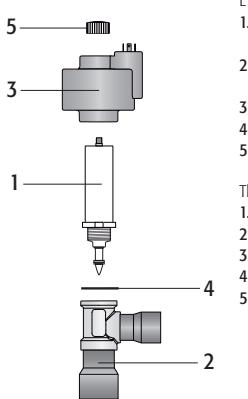

Fig. 5
- 6. collegare il connettore già cablato al motore passo passo nel relativo alloggiamento e serrare la vite con una coppia di circa 1,5Nm seguendo le indicazioni in Fig. 5. Collegare a questo punto l'estremità quadripolare del cavo nei relativi morsetti del Driver CAREL EVD\*\*\* o relativo controllo omologato CAREL ed impostare i parametri secondo il set riportato nella tabella sottostante.
Collegare un connettore costampato IP67 (E2VCAB\*\*\*\*) la cui mappatura è 1 Verde, 2 Giallo, 3 Marrone, 4 Bianco. Alternativamente collegare un cavo quadrupolare al connettore a cablare IP65 (E2VCON0000) secondo lo schema in Fig. 5: il connettore è di tipo standard DIN 43650.
6. connect the pre-wired connector to the socket on the stepper motor and tighten the screw, applying a force of around 1.5Nm, following the indications in Fig. 5. Then connect the four-pin end of the cable to the corresponding terminals on the CAREL EVD\*\*\* driver or other approved CAREL controller, and set the parameters as shown in the table below.
6. brancher le connecteur déjà câblé au moteur pas pas sur son emplacement et serrer la vis avec un couple d'environ 1,5Nm en suivant les indications en Fig.5. Connecter alors l'extrémité quadrupolaire du câble aux bornes correspondantes du Driver CAREL EVD\*\*\* ou au contrôle homologué CAREL correspondant et configurer les paramètres selon le point de consigne repris sur le tableau ci-dessous.
Brancher un connecteur surmoulé IP67 (E2VCAB\*\*\*\*) dont la représentation est 1 Vert, 2 Jaune, 3 Marron, 4 Blanc. Comme alternative, brancher un câble quadrupolaire au connecteur à câbler IP65 (E2VC0N000) selon le schéma en Fig. 5 : le connecteur est de type standard DIN 43650. Pour câbler le connecteur E2VC0N000, nous conseillons d'utiliser des câbles AWG18-22 d'un diamètre extérieur de 4 à 6 mm pour permettre une prise adéquate du joint externe. Ensuite connectez les quatre phases moteur à votre dispositif driver de façon à ce que la phase n°1 du E3V corresponde à la borne n°1 du driver et ainsi de suite.
6. Den vorverdrahteten Steckverbinder an den Schrittmotor anschließen und die Schraube nach den Anleitungen der Fig. 5 mit rund 1,5 Nm Drehmoment zudrehen. Das Vierleiterkabelende an die entsprechenden Klemmen des CAREL-Treibers EVD\*\*\* oder an eine andere zulässige CAREL-Steuerung anschließen und die Parameter gemäß nachstehender Tabelle einstellen.